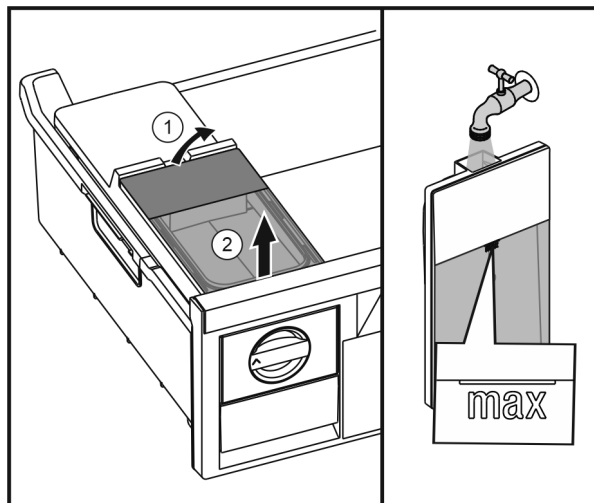

Fig. 37
- ▶ Podnieść zbiornik wody od tyłu Fig. 37 (1) i wyjąć go do góry Fig. 37 (2).